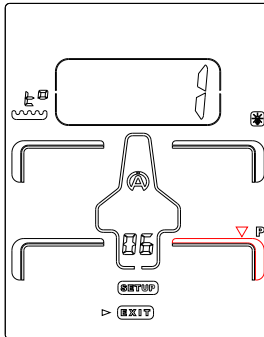
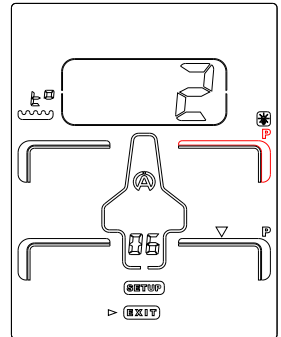

Abbildung 18
Abbildung 19
- 4) Drücken Sie die mittlere Taste **Ok** um Ihre Wahl zu bestätigen (Abbildung 18)
Nach der Bestätigung friert das ausgewählte Symbol "P" ein und die Zahl 1 wird im "RAHMEN" angezeigt. Danach erscheint automatisch ein weiteres blinkendes Symbol (roter Pfeil, Abbildung 18). Wenn Ihnen der Ort der zweiten Aufnahme nicht zusagt, dasselbe Spiel, wiederholen Sie die Schritte wie oben erklärt (Abbildung 19)